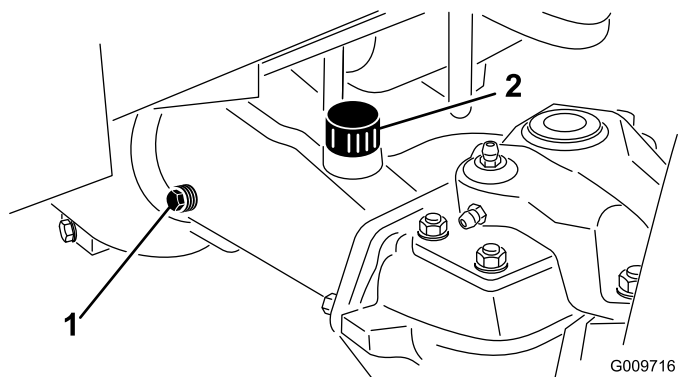

Figure 105
2. Enlevez un bouchon de contrôle à une extrémité du pont et vérifiez que le lubrifiant atteint la base de l'orifice (Figure 105).